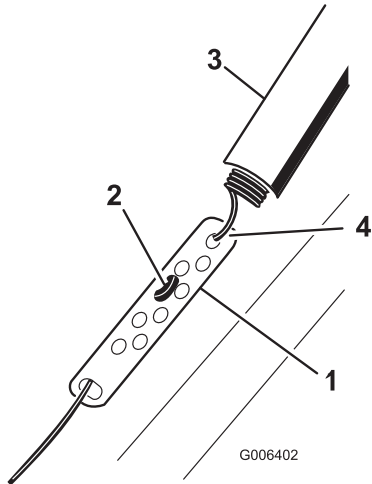

Figure 26
1. Remontez la protection du ressort et décrochez le ressort de la biellette de réglage (Figure 26).
2. Accrochez le raccord en Z à un trou plus haut ou plus bas sur la biellette de réglage de manière à obtenir un écart de 2 à 3 mm (1/16 à 1/18 po) entre la barre de commande et le guidon (Figure 26).